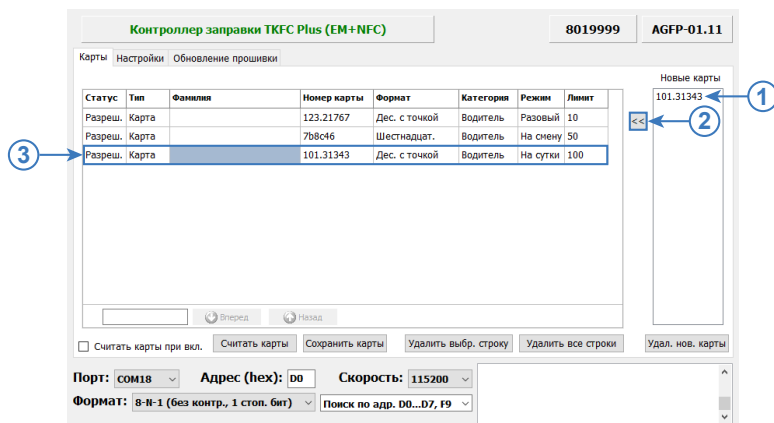

Рис.27. Считывание номера карты
- поднести карту к настраиваемому устройству, подключенному к ПК. Номер считанной карты появится в списке «Новые карты» (Рис.27, п.1).
- переместить номер считанной карты в таблицу, нажав кнопку «<<<» (Рис.27, п.2). Автоматически для новой карты будут установлены настройки по умолчанию (Рис.27, п.3).